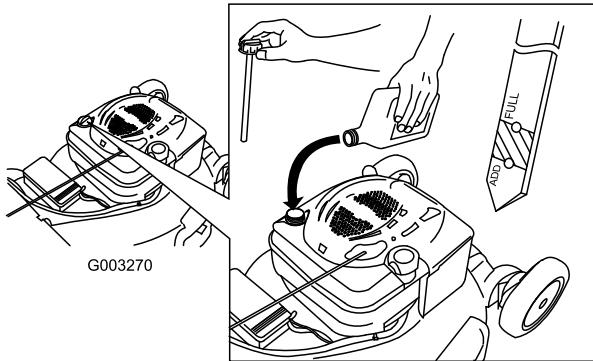

Figure 10
1. Retirez la jauge, essuyez-la sur un chiffon et remettez-la dans le goulot de remplissage (Figure 10).
2. Sortez de nouveau la jauge et contrôlez le niveau d'huile (Figure 10). Si le niveau n'atteint pas le repère minimum (Add) de la jauge, versez lentement suffisamment d'huile dans le goulot de remplissage pour faire monter le niveau au repère maximum (Full). **Ne remplissez pas excessivement.** (Remplissage max. : 0,59 l, type : huile détergente SAE 30 de classe de service API SF, SG, SH, SJ, SL ou supérieure.)